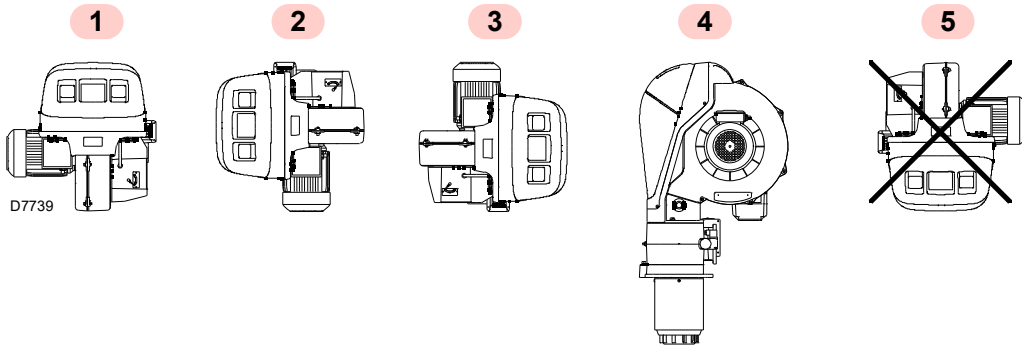

Fig. 15
- El quemador está preparado exclusivamente para funcionar en las posiciones 1, 2, 3 y 4 (Fig. 15).